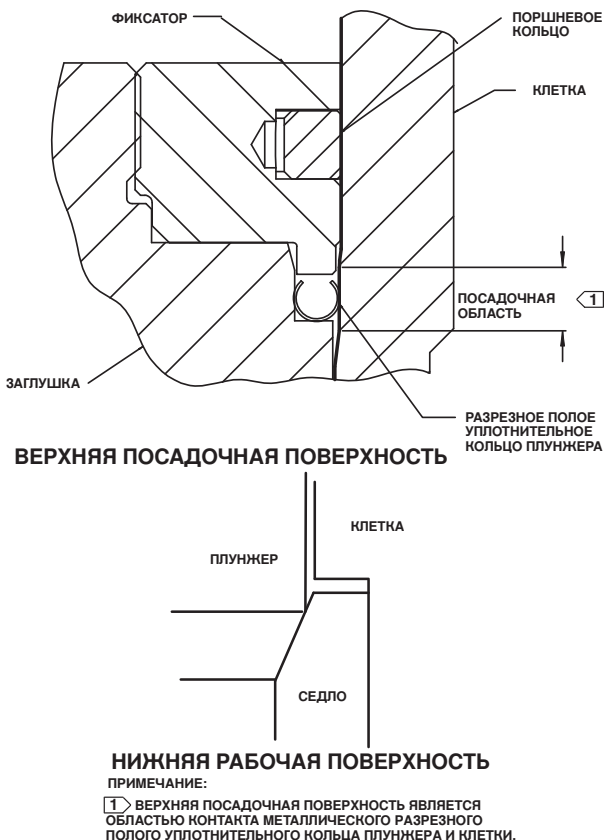

Рис. 9. Нижняя (плунжер клапана к седлу) и верхняя (разрезное полое уплотнительное кольцо к клетке) рабочие поверхности
7. Чтобы отделить разрезное полое уплотнительное кольцо от плунжера, воспользуйтесь соответствующим инструментом, например, плоской отверткой. Будьте внимательны, чтобы не поцарапать или не повредить иным образом уплотняемые поверхности в местах, где разрезное полое уплотнительное кольцо соприкасается с плунжером клапана (рис. 9).
уплотняемую поверхность в том месте, где разрезное полое уплотнительное кольцо плунжера касается плунжера (рис. 9).
Перед установкой нового разрезного полого уплотнительного кольца притрите нижнюю посадочную поверхность (плунжер клапана к седлу, рис. 9) в соответствии с методикой раздела «Притирка металлических седел» настоящего руководства.